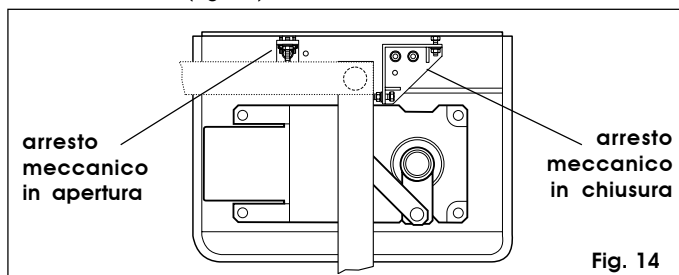

Fig. 14
**Nota bene:** Per i sistemi con apertura a 110° e 140° è possibile applicare all'interno della cassetta portante gli arresti meccanici in apertura e chiusura (optional). Per il fissaggio far riferimento alle relative istruzioni (fig. 14).